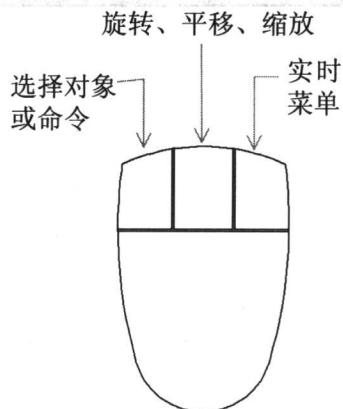

图 1.2
3. 右键：显示实时菜单（您的光标所指的对象不同，显示的菜单内容也不一样），如图 1.2 所示。